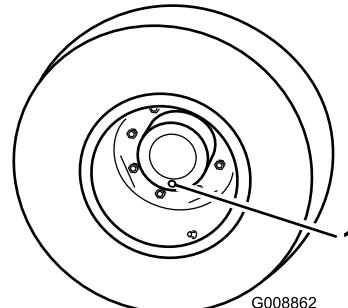

Figura 62
- Con la macchina parcheggiata su una superficie piana, posizionate la ruota in modo che un tappo di controllo si trovi nella posizione inferiore (ore 6) (Figura 62).